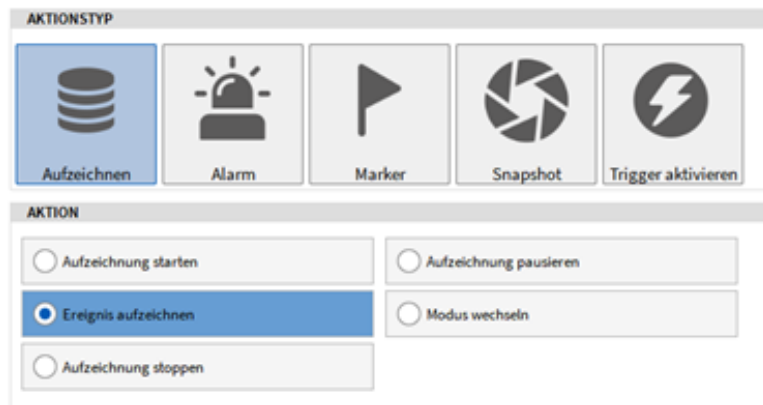

Abb. 9.33: *Ereignis aufzeichnen*-Aktionstyp
- Wählen Sie *Ereignis aufzeichnen* als Aktionstyp (siehe Abb. 9.33):